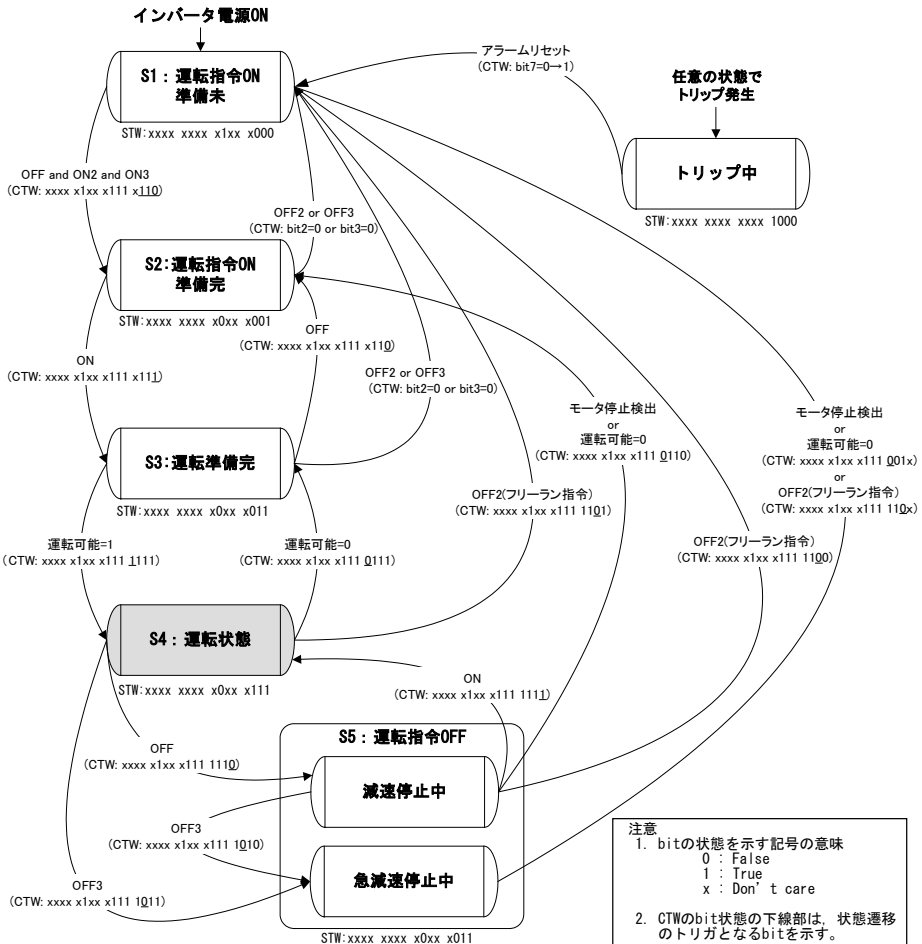

図 8.2 PROFIdrive の状態遷移図
書 PROFIdrive の状態遷移条件については、次項「(2) STW(ステータスワード)」および図 8.2 を参照してください。
STW は PROFIdrive の状態遷移を表します。状態遷移については、図 8.2 を参照してください。
以下に PROFIdrive の状態遷移図を示します (図 8.2)。
注意 図 8.2 では、説明の簡単化のため CTW の bit4~6 および bit10 は常時 1 としています。これらの bit 値が 1 でないと状態遷移が正しくても、インバータは運転状態となりません。